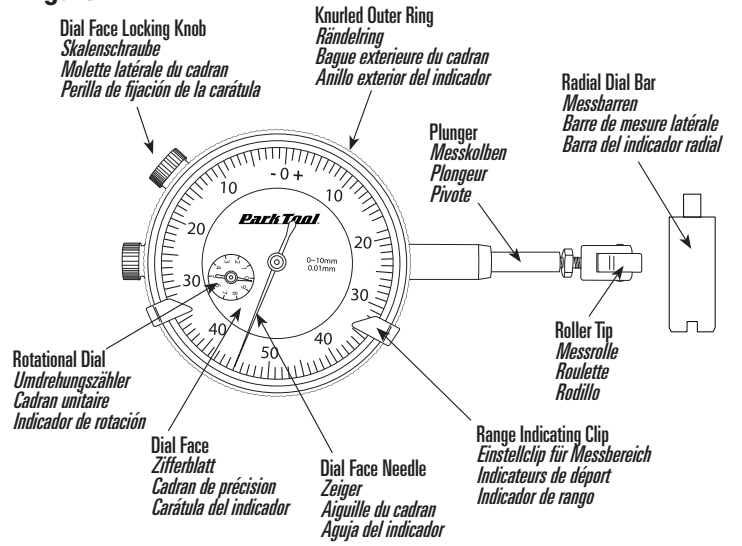

Figure 8
2. Dévisser la molette de serrage (Ref. 19) et coulisser le support de cadran (Ref. 6) sur la tige de fixation (Réf. 1) jusqu'à ce que la roulette (Réf. 15) soit en contact avec la jante. Continuer à faire coulisser le support sur la tige en faisant descendre le plongeur de 5mm-10mm. Serrer la molette pour bloquer la position en suivant les indications de la Figure 8. A noter : la roulette doit être alignée selon le diamètre de la jante. Si ce n'est pas le cas, se reporter aux instructions d'ajustement de la roulette de mesure latérale et de la barre de mesure radiale » ci-dessous.
2. Desserrer la vis de serrage (Ref.8) et faire glisser le support (Ref.7) du cadran de mesure de saut jusqu'à ce que la barre de mesure (Ref.3) soit alignée au dessus d'une des parois de la jante, comme indiqué sur la figure 8. NOTE : La barre de mesure radiale doit être perpendiculaire aux parois de la jante. Si ce n'est pas le cas, se reporter aux instructions d'ajustement de la roulette de mesure latérale et de la barre de mesure radiale » ci-dessous.